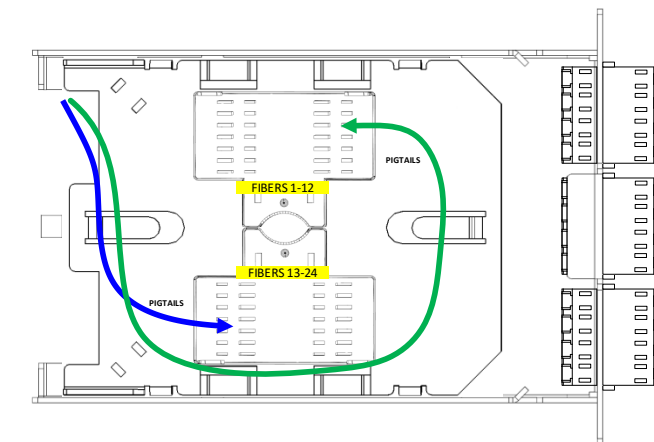
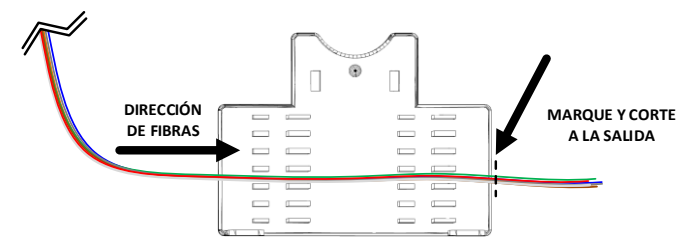
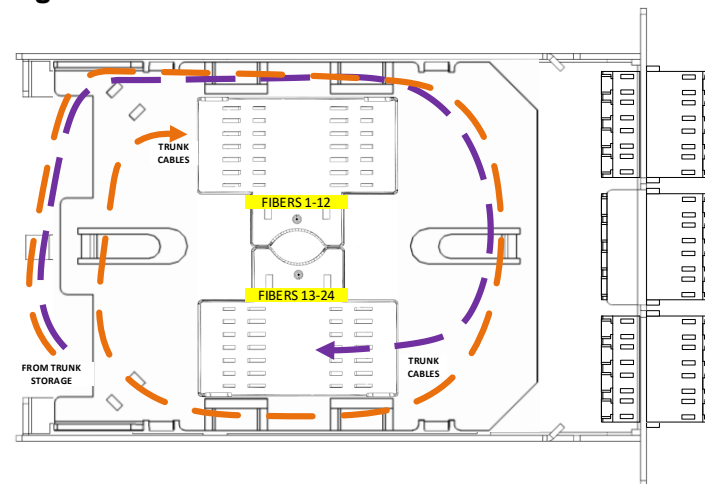

Figura 3
Figura 4
Figura 7
**3.5** Rebobine dos bucles de cable suelto en el área de almacenamiento de cable superior. Coloque la cubierta de empalmes dentro de la base. Enrute las fibras del cable en espiral tal como se muestra en la **Figura 3**. Enrute el conjunto a través del centro del sujetador de empalmes. Marque y corte el conjunto de 12 fibras en el punto de salida del sujetador de empalmes meta tal como se muestra en la **Figura 4**. Corte las fibras en la marca, desmonte el cable suelto en espiral del módulo y déjelo aparte para el empalme.
**3.9** Coloque la cubierta de empalmes en su posición instalada y enrute las fibras del enlace troncal dentro de la cubierta de empalmes. Enrute las fibras del enlace troncal por grupos tal como se muestra en la **Figura 7**. Marque el conjunto de 12 fibras en el punto de salida del sujetador de empalmes meta tal como se muestra en la **Figura 4**. Corte las fibras en la marca, desmonte el cable troncal del módulo y déjelo a un lado para el empalme.